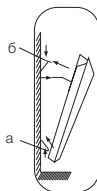

Рис. 6
- закрепить прибор на кронштейне необходимо следующим образом (рис. 6):
- ра (рис. 6, а);
- наденьте верхнюю часть конвектора на кронштейн, зафиксировав его при помощи защелок на кронштейне (рис. 6, б);